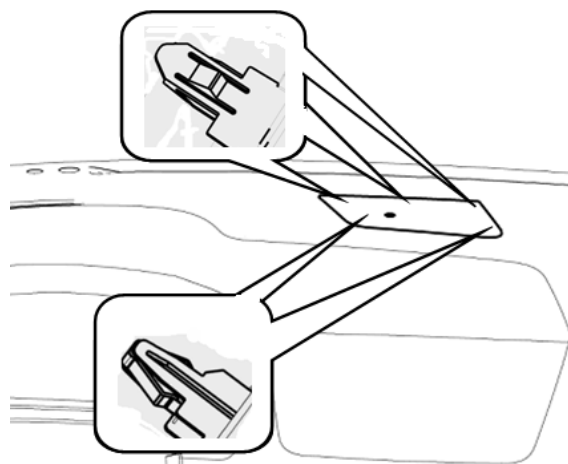

图 1.9.1 中置扬声器罩结构示意图
用头部缠绕柔性胶带（或其它柔性产品）的一字螺丝刀小心撬起图 1.9.1 所示的五个卡脚，当所有卡脚都已脱开时，取出中置扬声器罩。
- (1) 确保两个塑料卡扣安装在相应位置（详见图 1.9.1）；
- (2) 将扬声器罩五个安装卡脚分别拍入对应安装孔位即可。